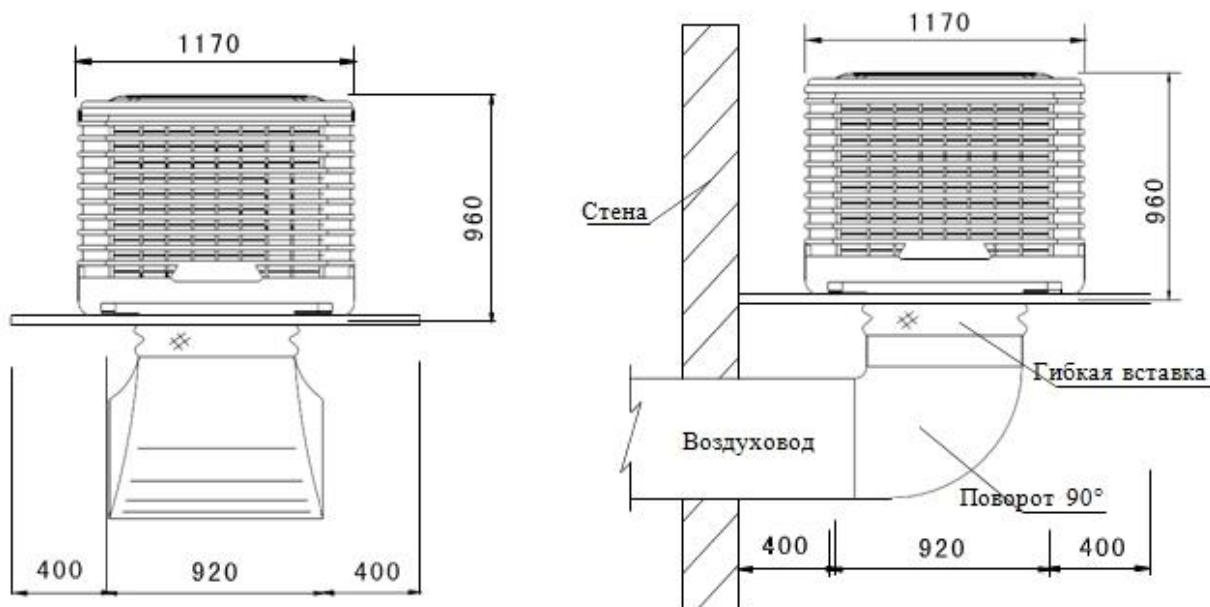

РИС.3
- Потянуть горизонтально, выпустив первым верхний край, РИС.3.